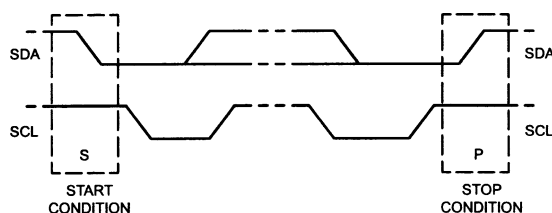

图2 起始信号和停止信号定义
当总线空闲时，数据和时钟线保持高电平。SCL 线为高电平时，SDA 线电平由高至低的变化定义为总线的起始信号 (S)；SCL 线为高电平时，SDA 线电平由低至高的变化定义为总线的停止信号 (S)（见图 2）。